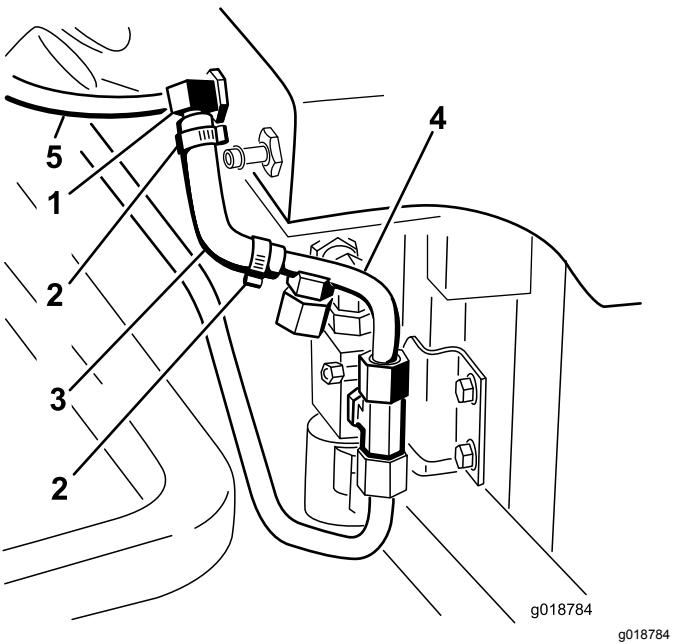

Bild 32
11. Schieben Sie die zwei kleinen Schlauchklemmen auf den kleinen, geformten Hydraulikschlauch (Bild 32).
12. Befestigen Sie die lange Seite des geformten Schlauchs am 90-Grad-T-Anschlussstück im Hydraulikbehälter (Bild 32).
13. Befestigen Sie die kurze Seite des geformten Schlauches am gezahnten Ende der Hydraulikleitung Nummer 4 (Bild 32).
15. Befestigen Sie die Hydraulikleitung (Schlauch) Nr. 5 lose am kleinen 90-Grad-T-Anschlussstück (Bild 32).